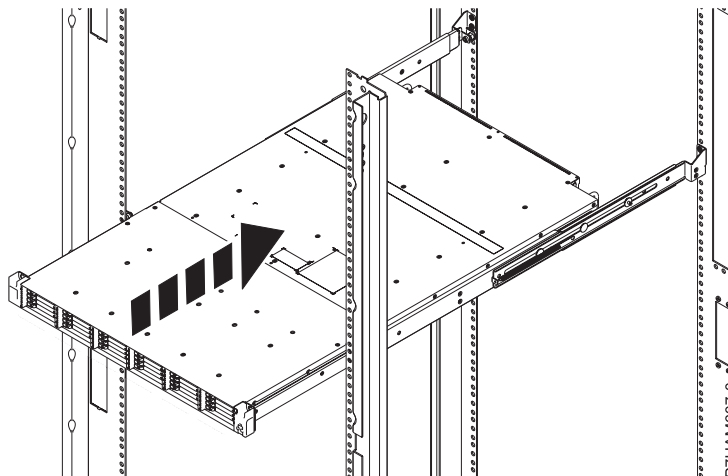

Figure 14. Insertion du boîtier d'unité de disque dans l'armoire
- d. Une fois que les deux rails de guidage du boîtier sont correctement positionnés, faites rentrer délicatement le boîtier dans l'armoire, comme sur la figure 14.